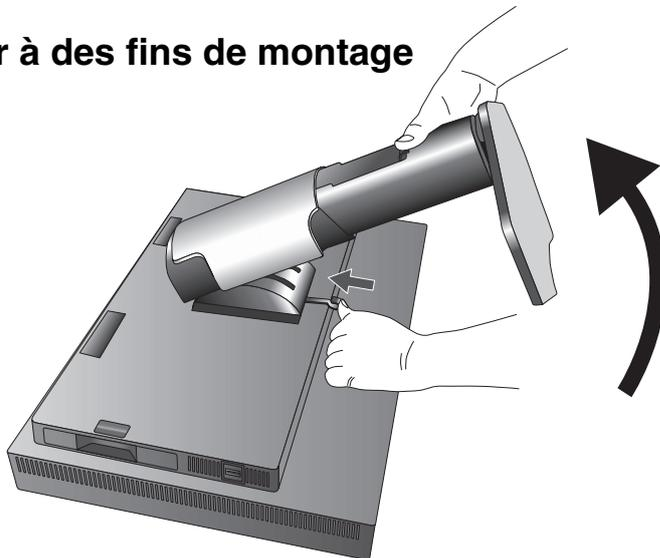

Figure S.1
3. Placez le moniteur face vers le bas sur une surface non abrasive (**Figure S.1**).
4. Placez une main autour du support et l'autre sur le levier à dégagement rapide. Appuyez sur le levier à dégagement rapide et tournez-le dans la direction indiquée par les flèches (**Figure S.1**).
5. Soulevez le support pour le décrocher du moniteur (**Figure S.1**). Vous pouvez maintenant monter le moniteur d'une façon différente. Inversez cette procédure pour fixer à nouveau le support.